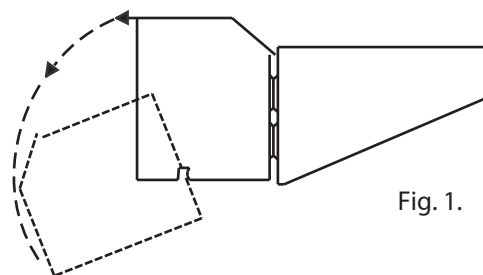

Fig. 1.
1. Koblingsboksens lokk åpnes ved at man griper over lokkets tversider, trekker det rett ut fra ovnen og vipper bakover (fig.1). Lokket kan nå hektes løs fra koblingsboksen.